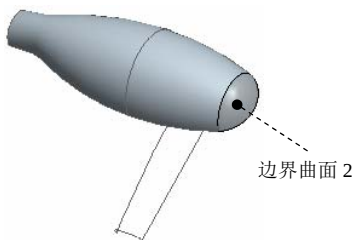
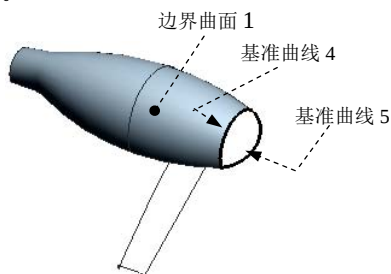
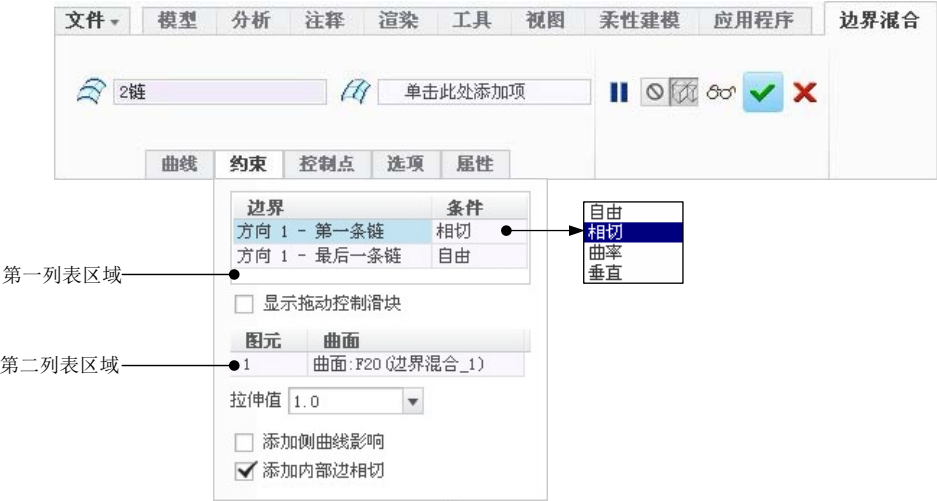

图 6.7.57 创建边界曲面 2
图 6.7.58 定义边界曲线
图 6.7.59 操控板
(3) 单击操控板中的“完成”按钮 .
Step18. 创建图 6.7.57 所示的边界曲面 2。
(1) 单击“边界混合”按钮 .
(2) 定义边界曲线。按住 **Ctrl** 键，依次选择基准曲线 4 和基准曲线 5（图 6.7.58）为第一方向边界曲线。
(3) 设置相切。在图 6.7.59 所示的操控板中单击 **约束** 按钮，在弹出界面的第一列表区域中，将 **方向 1 - 第一条链** 设置为 **相切**；然后单击第二列表区域，在图 6.7.58 所示的模型中选取边界曲面 1；单击操控板中的“完成”按钮 .